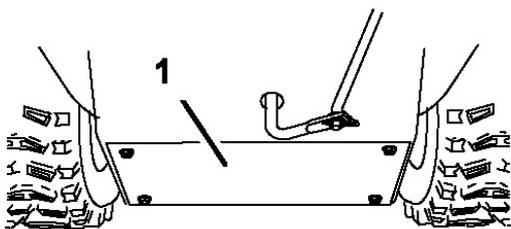

Рисунок 52.
3. Снимите заднюю крышку (Рис. 52).